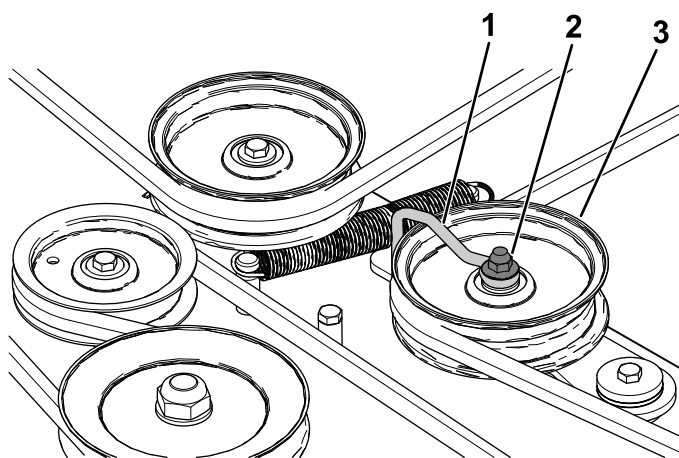

Figura 61
6. Allentate il dado che fissa il filo sagomato alla puleggia tendicinghia (Figura 61).
10. Serrate il dado che fissa il filo sagomato alla puleggia tendicinghia (Figura 61).
Nota: Posizionate il filo sagomato contro il braccio del tendicinghia come mostrato nella Figura 61.